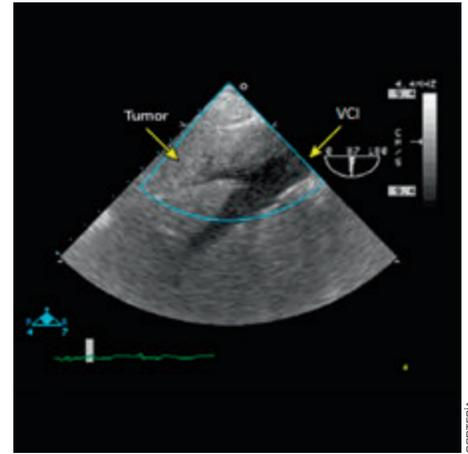

Imagen 1. Plano transgástrico. Demostración de tumor de células renales dentro de la VCI cerca de la unión de las venas hepáticas
- Se procede a realizar la traqueostomía según la técnica de Ciaglia-Blue-Rhino. Para ello se utiliza el set de mismo nombre (Cook®) (Fig. 1)
Resección de tumor de células renales: En este caso la ETE se emplea para evidenciar si el tumor se ha extendido a VCI o corazón derecho. Así, evaluar la extensión del crecimiento tumoral cefálico dentro de la VCI (imagen 1) y visualizar la presencia de embolia de fragmentos tumorales y evaluar el límite residual del tumor (14).